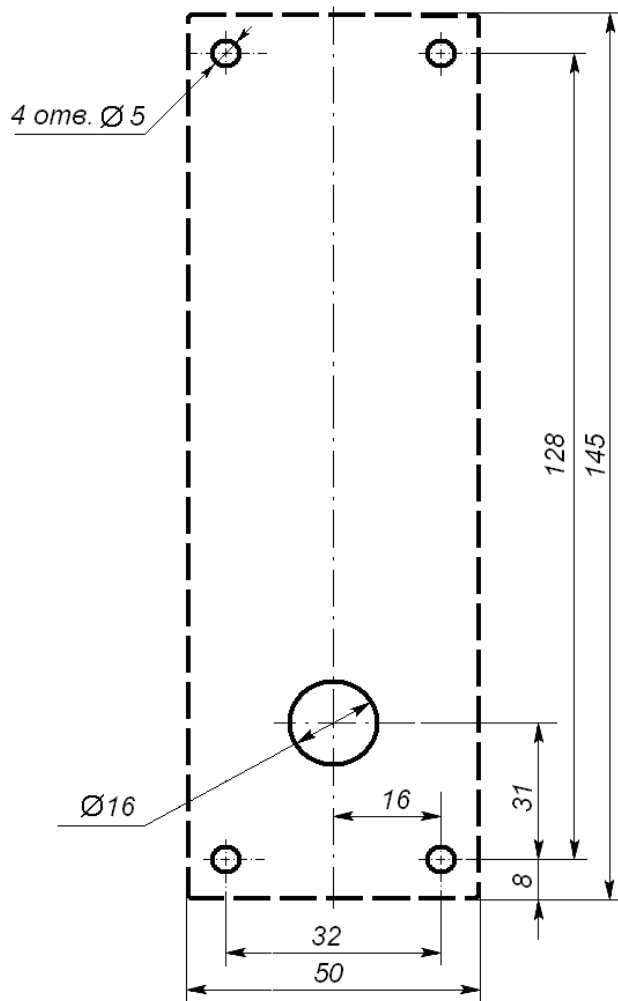

Рисунок 1. Разметка отверстий для установки блока индикации (пунктиром показаны габариты корпуса)
3. Произведите разметку и разделку отверстий на установочной поверхности для крепления металлического основания и проводки кабеля от блока индикации (рис. 1).